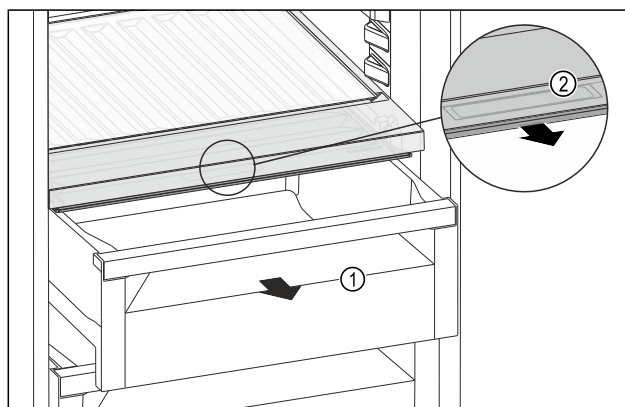

Fig. 103
- Estrarre il cassetto Fig. 103 (1).
- Afferrare la maniglia incassata Fig. 103 (2) sul coperchio dello scomparto e tirare allo stesso tempo in avanti il coperchio dello scomparto.